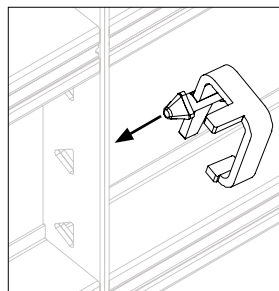

Fig. A4.01a
1. Usare i fori triangolari nel telaio per fissare la clip a cuneo. (Fig. A4.01a)